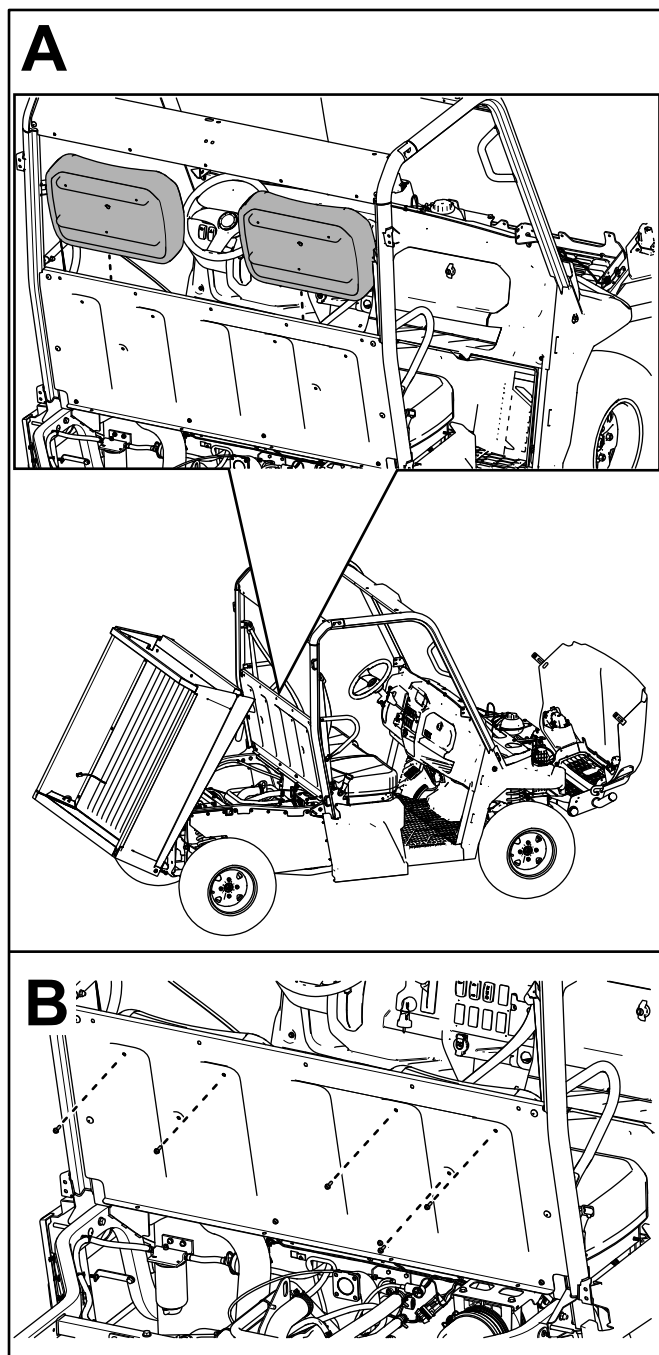

Figura 27
- E. Fije los 2 respaldos de asiento al panel del asiento con 5 pernos de cabeza hexagonal con arandela prensada ($1/4" \times 3/4"$), tal y como se muestra en la Figura 27.